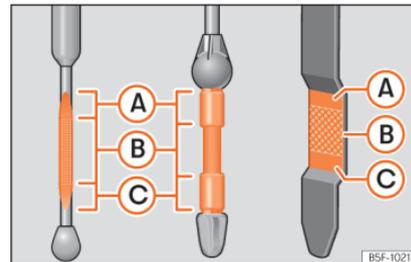

Abb. 290 Ölmesstab
»» **Abb. 290.** Füllen Sie gegebenenfalls Motoröl nach.
- Wenn der Ölstand mindestens den Bereich »» **Abb. 290 B** erreicht hat, vorsichtig den Deckel des Einfüllstutzens aufschrauben »» ⓘ.
Liegt der Ölstand über dem Bereich »» **Abb. 290 A**, starten Sie den Motor bitte nicht. Dies könnte zu einer Beschädigung des Motors und des Katalysators führen. Wenden Sie sich an einen Fachbetrieb.
Der Ölstand darf keinesfalls über dem Bereich »» **Abb. 290 A** stehen, andernfalls könnte Öl über die Entlüftung der Motorölwanne angesaugt werden und über die Abgasanlage in die Atmosphäre gelangen.